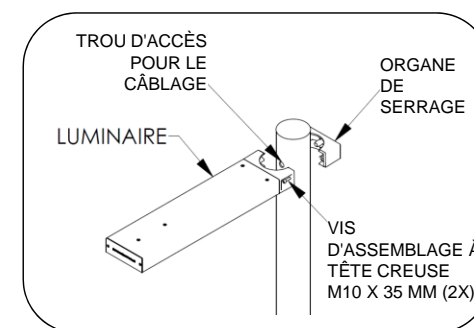

Fig. 3 – Installation du luminaire
4. Installer l'organe de serrage sur le pôle comme indiqué sur la Fig. 3.